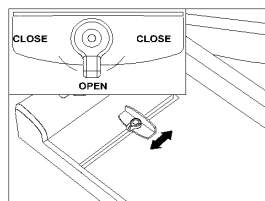

Figura 2
3. Ajuste el riel de colocación según sus necesidades (figura 2):